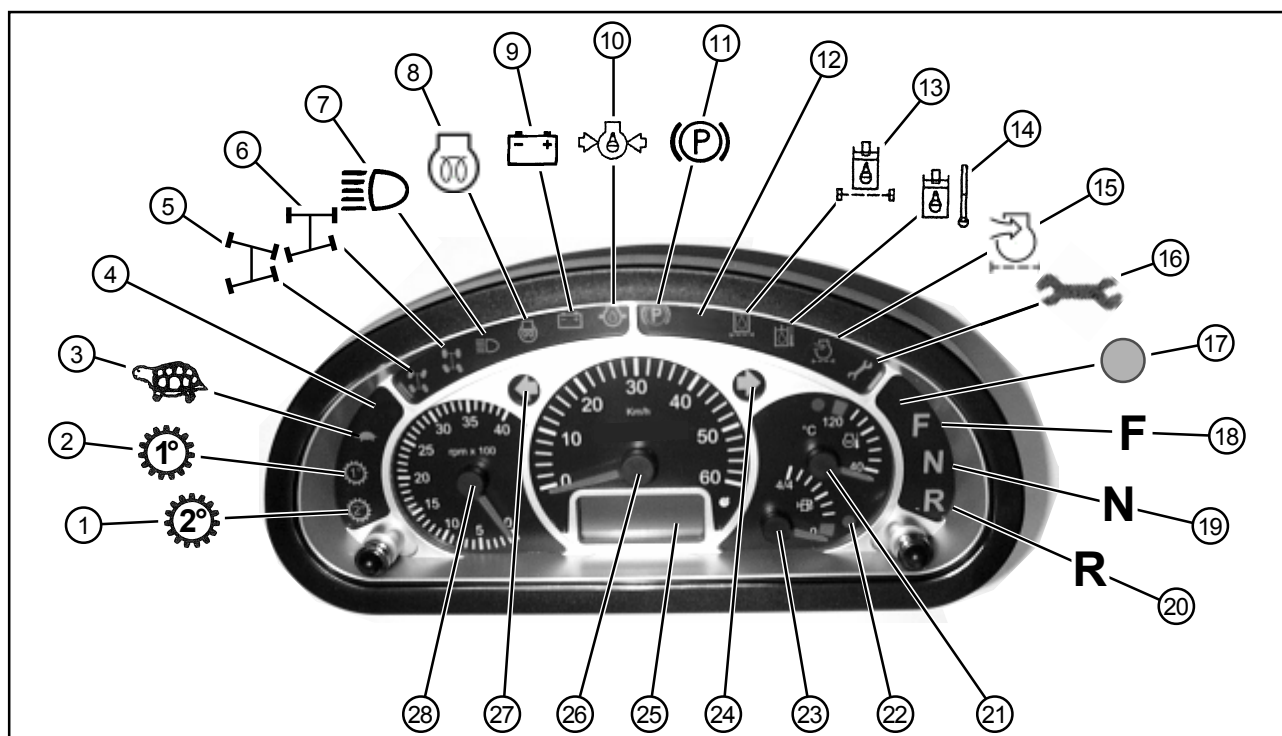

Bild 4-14
- 9 - Multifunktionspanel (se kapitel 4.4.1, bild 4-14)
- 4 - Vippströmställare för roterande ljus (XU)
- 1 - Vippströmställare för permanentkoppling tilläggs-hydraulik (XU)
- 2 - Vippströmställare för övertippningsspärr (XU)